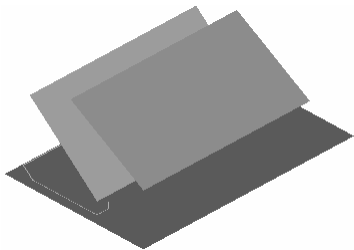

图 2-192 关
- **【关】**：不生成多重刀具路径，如图 2-192 所示。